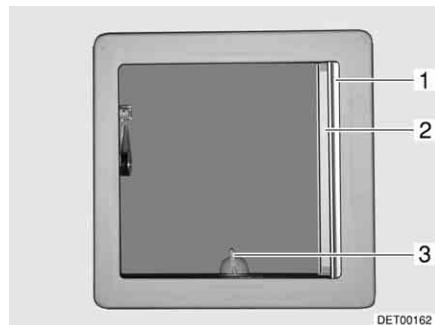
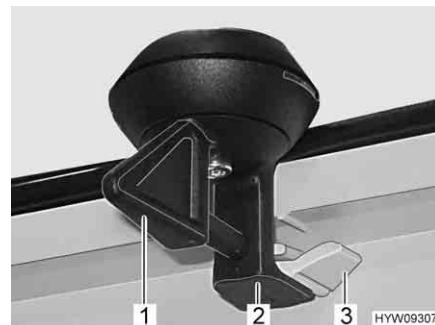

Fig. 68 Oblò inclinabile
Fig. 69 Bloccaggio (oblò inclinabile)
- Ruotare la leva (Fig. 69,1 o Fig. 68,3) di un quarto di giro.
- Girare la leva di un quarto di giro. Il bloccaggio (Fig. 69,2) deve entrare nell'aggancio inferiore (Fig. 69,3).
- Tirare la tendina oscurante pieghevole (Fig. 68,1) fino alla posizione desiderata e rilasciare. La tendina oscurante pieghevole rimane in questa posizione.
- Estrarre la zanzariera a rullo (Fig. 68,2) fino a quando non scatta il blocaggio dalla parte opposta.